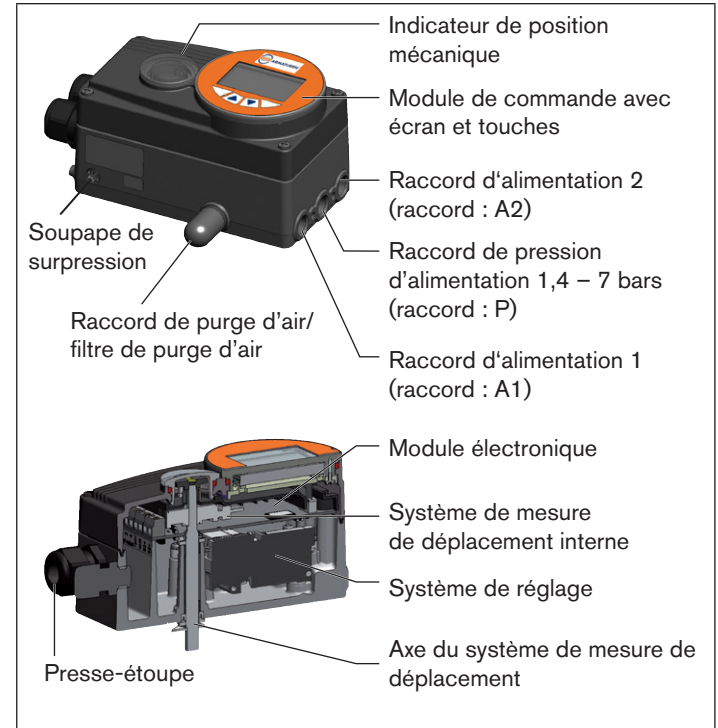

Fig. 1 : Structure, types EP 501 / EP 501 C
* Lorsque l'appareil est utilisé dans des conditions IP 67, il convient de retirer le filtre de purge d'air (voir « Fig. 1 »).